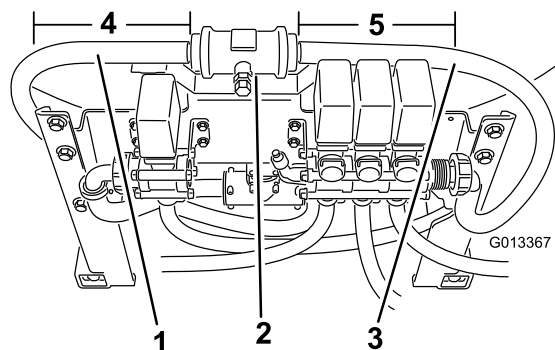

Figure 21
1. Desserrez l'écrou à oreilles qui maintient l'extrémité du flexible d'alimentation de la rampe branchée du côté droit des vannes d'alimentation et débranchez-le (Figure 21).
7. Déposez la fixation et débranchez le flexible d'alimentation du débitmètre au niveau du raccord en T. Coupez le flexible 81 cm à gauche du débitmètre (Figure 21). Mettez au rebut l'extrémité du flexible qui n'est **pas** reliée au débitmètre.